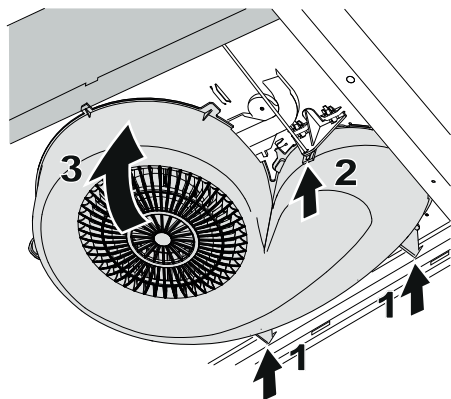

Fig.7
Sätt tillbaka fläkthuset genom att passa in stöden i bakkant på fläkten (1). Se till att spjällaxeln placeras ordentligt i fläkthuset (2). Vik upp fläkthuset (3). Fig.7